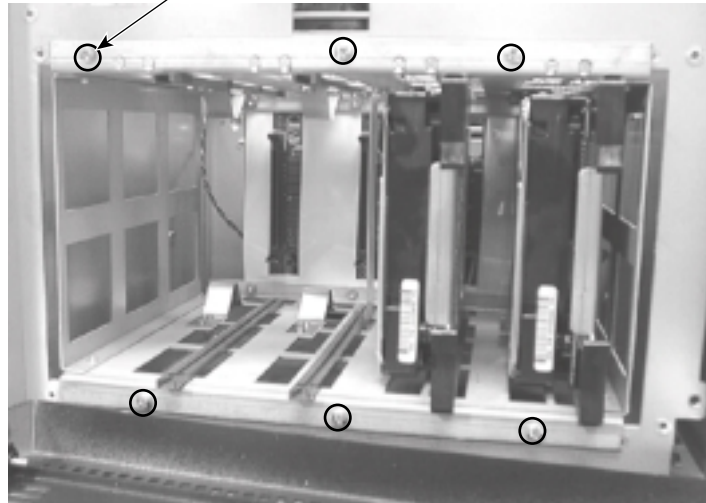

Figura 9-10 Interior del compartimiento para unidades de disco RAID
4. Extraiga los tornillos que fijan la parte frontal del compartimiento a la unidad base. Antes de retirar el último tornillo, sostenga el compartimiento. Vea la Figura 9-10.